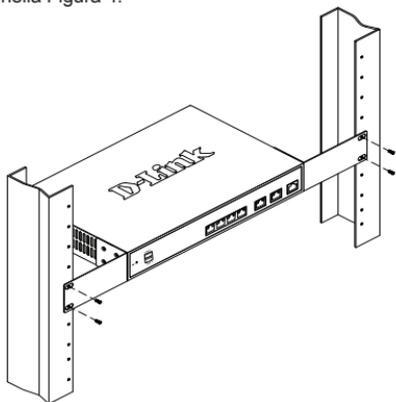

Figura 4. Installazione del controller wireless in un rack di dimensioni standard
2. Utilizzare le viti in dotazione con il rack, per montare il dispositivo nel rack come indicato nella Figura 4.